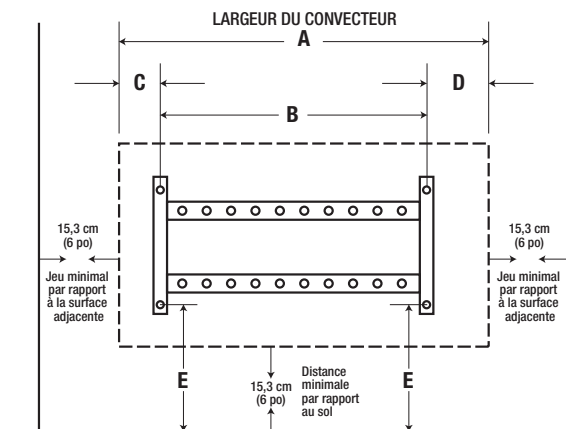

Fig. 1
Choisir un emplacement approprié pour le montage du convecteur. L'emplacement déterminé devra fournir assez d'espace et de dégagement tel qu'illustré à la Fig. 1.
2. Utilisez le support de montage comme guide en le maintenant contre le mur tel qu'illustré sur la Fig. 1.
3. Suivre les dimensions spécifiées dans le Fig. 1 et placer le support de montage à l'emplacement souhaité.